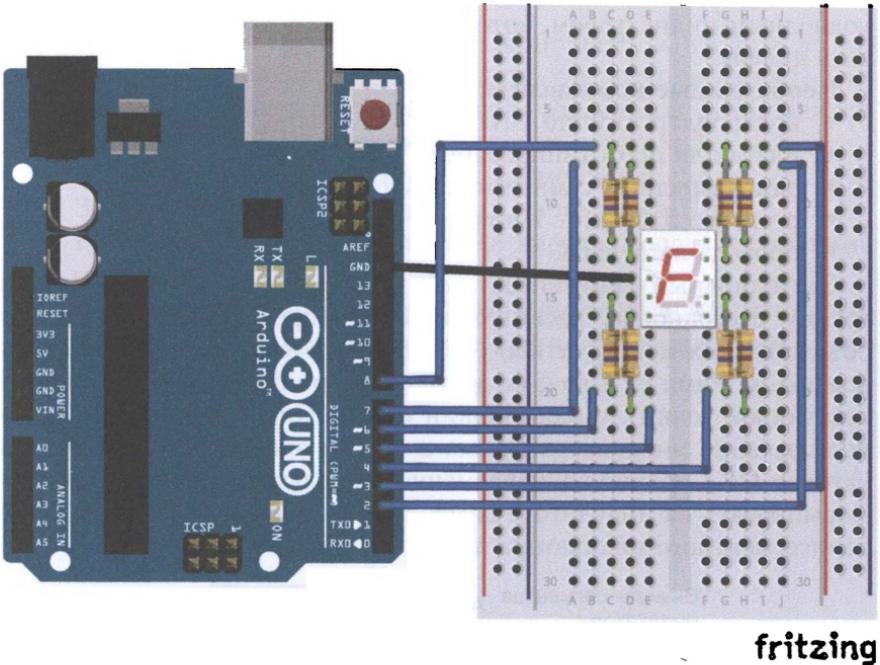

Рис. 6.2. Схема подключения семисегментного индикатора к Arduino
Для подключения одноразрядного светодиодного индикатора к Arduino будем задействовать 7 цифровых выводов, каждый из контактов a–g индикатора подключается к выводу Arduino через ограничительный резистор 470 Ом. В нашем эксперименте мы используем семисегментный индикатор с общим катодом ОК, общий провод подсоединяем к земле. На рис. 6.2 показана схема подключения одноразрядного семисегментного индикатора к плате Arduino.
1. Подключаем семисегментный индикатор по схеме на рис. 6.2.